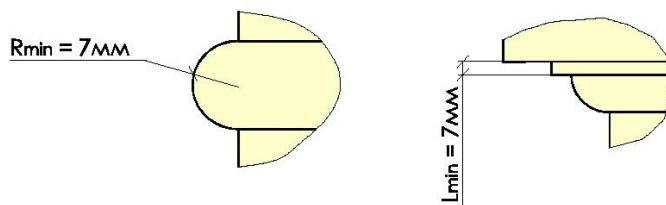

Рис. 2. Рекомендуемые размеры радиусов и полок.
6. Размер полок и радиусов сопряжения не менее 7 мм, см. рис. 2. Рекомендуемые размеры радиусов и полок.
– в протяженных горизонтальных поясах из архикамня применяйте однорядную (цепную) перевязку с кирпичной кладкой с использованием изделий длины, кратной двум или трем длинам кирпича с учетом вертикального шва (см. рис. 2а);
Рис. 2а.
– всегда соблюдайте продольную (горизонтальную) перевязку кладки, для чего заказывайте изделия высотой, кратной целому количеству рядов кладки (см. рис. 2б);